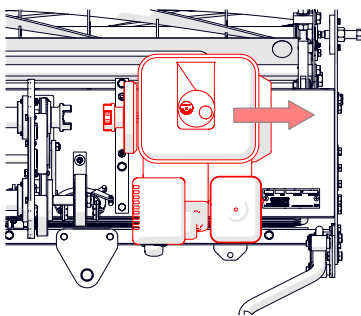

Fig. 17D - Deslizar el motor para separarlo del acoplamiento
5. Compruebe que el tapón del depósito de combustible y el tapón del aceite del motor estén bien sujetos. Deslice el motor hacia el lado derecho de la máquina y colóquelo con cuidado en un lado (Fig. 17D).